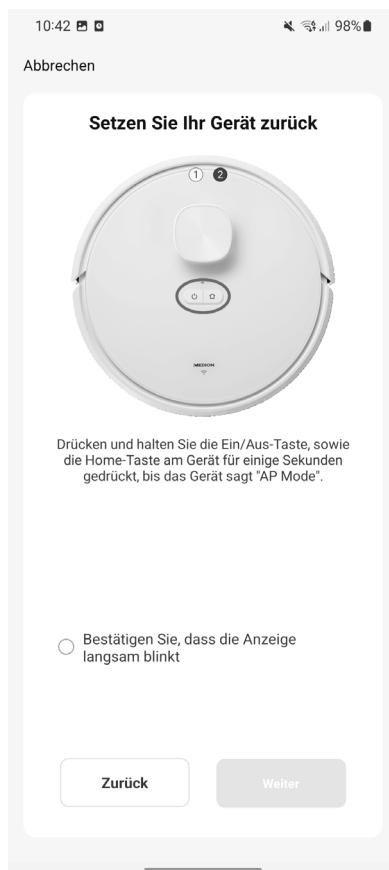

Abb. 5
- ▶ Halten Sie hierzu gleichzeitig  +  zeitgleich für einige Sekunden gedrückt. (s. Abb. 5).